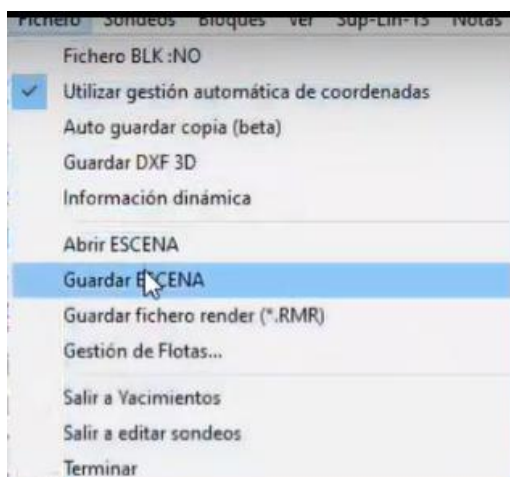

Figura 196. Guardado del archivo.
53. En el menú superior, seleccionar el botón “Fichero” y dar clic en “Guardar escena”. Figura 196.